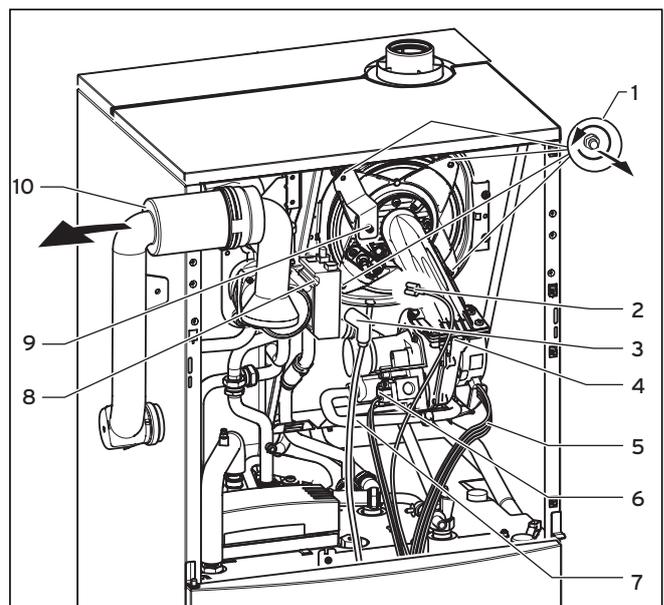

Abb. 8.2 Brennermodul ausbauen
Legende (Abb. 8.2):
- Trennen Sie die Gaszuleitung (7).
- Entfernen Sie die vier Muttern (1, Abb. 8.2).
- Ziehen Sie das Brennermodul (4) vom Integral-Kondensations-Wärmetauscher (8) ab, siehe Abb. 8.2.
- Erneuern Sie die Dichtung und die selbstsichernden Muttern (1, Abb. 8.2) am Brennermodul (Art.-Nr.: 0020025929) nach jedem Ausbau des Moduls (z. B. bei Wartungs- und Servicearbeiten).